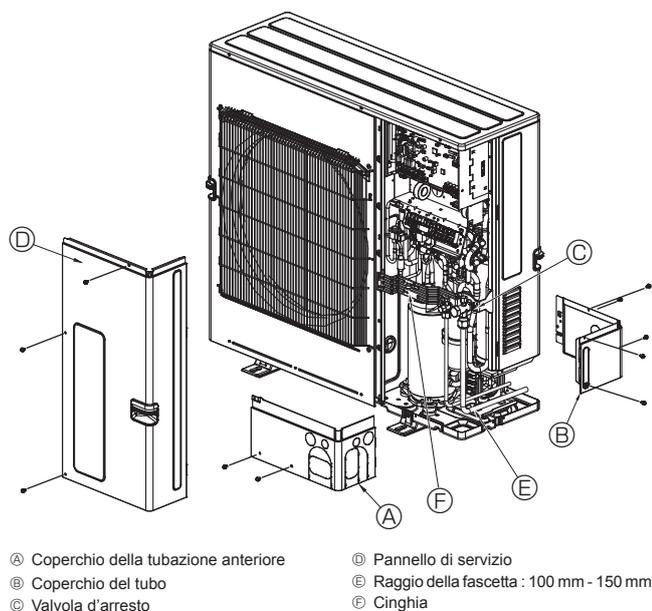

Fig. 4-8
4.3. Tubazione del refrigerante (Fig. 4-8)